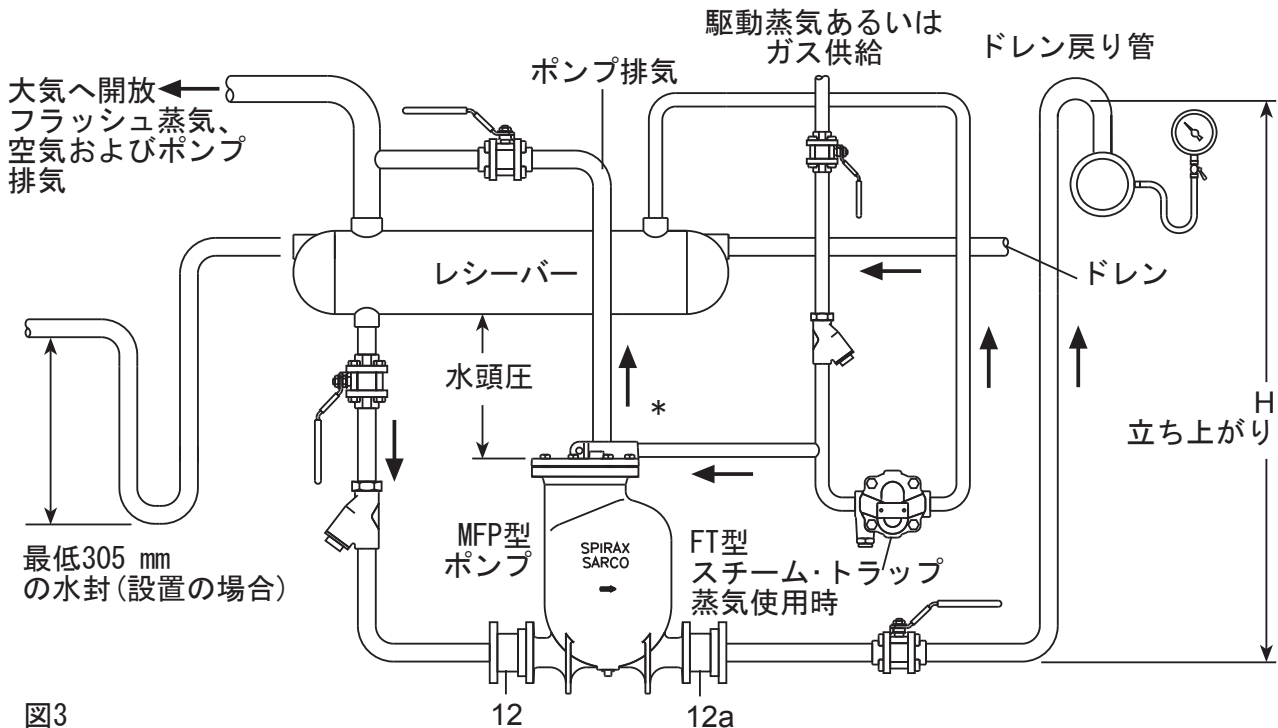

図3
1. 排気接続を垂直上向きにし、ポンプは装置の下に取り付けます。ポンプは推奨水頭圧（ポンプの上部とレシーバーの垂直距離）が得られるように取り付けます。章4.2および図3をご覧ください。他の水頭圧については別紙の容量図をご覧ください。
2. ポンプが排出中に装置が浸水するのを防ぐために、開放レシーバーおよび貯水管の配管は図3のように水平にしてポンプの前に取り付けてください。レシーバー/貯水管の口径は、14頁の表1および2をご覧ください。すべての一次側フィッティングはフル・ボアにしてください。
ポンプがドレンを排出する時、一次側は閉め切ります。そのため、流入してくるドレンを一時的に受け入れるための、水頭圧の上に十分なレシーバータンクの容積が必要です。レシーバータンクは大きな直径の配管あるいはタンクで代用できます。要望があれば、図3のようにオーバーフロー配管をレシーバータンクに取り付けることができます。配管にはレシーバータンクの直後に少なくとも305mmのU字型パイプを水封用に付けてください。